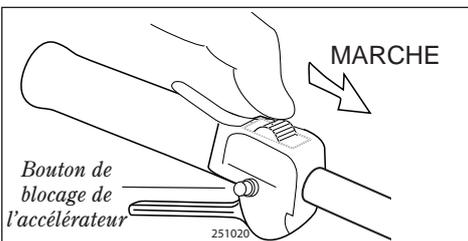

Figure 10
- c. Tout en enfonçant le bouton de blocage de l'accélérateur, relâcher le levier d'accélération. Ensuite, relâcher le bouton de blocage de l'accélérateur. Voir Figure 10.